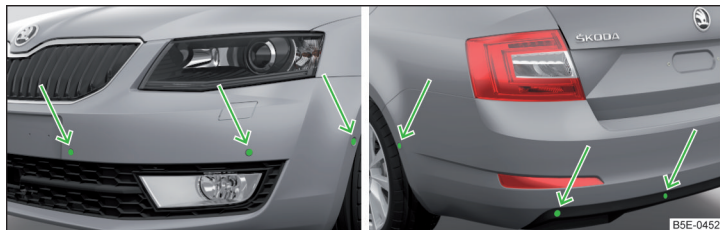

Fig. 157 Lugar de instalación de los sensores del lado izquierdo del vehículo: delantero / trasero
- Mantener los sensores del sistema » fig. 157 de la pág. 147 limpios, libres de nieve y hielo, y no cubrirlos con ningunos objetos, de lo contrario puede estar limitado la función del sistema.
El sistema calcula la distancia entre el parachoques y un obstáculo mediante ondas ultrasónicas. Los sensores ultrasónicos se encuentran según el equipamiento del vehículo en el parachoques trasero y/o también en el delantero » fig. 157.